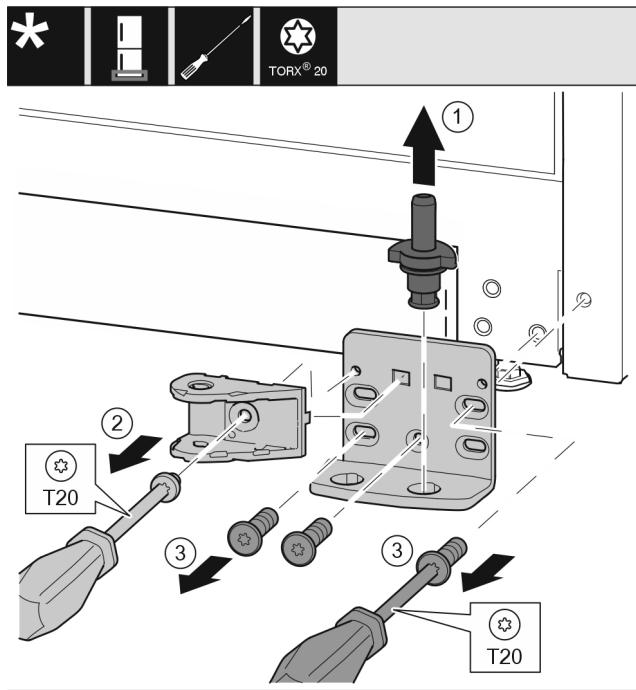

Fig. 34
- ▶ 将轴承螺栓完全向上拉出。Fig. 34 (1)
- ▶ 用 T20 螺丝刀将螺钉旋出并取下关门阻尼器连接装置。Fig. 34 (2)
- ▶ 用 T20 螺丝刀将螺钉旋出并取下托架。Fig. 34 (3)